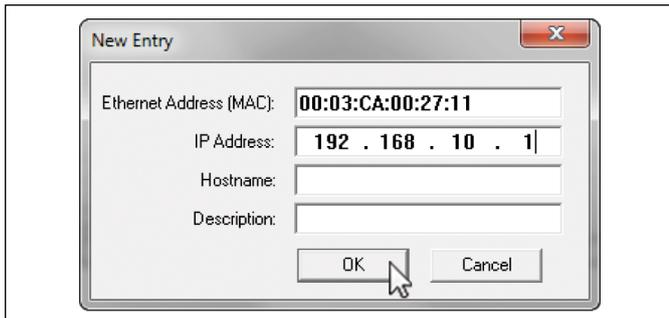

Abb. 83: MAC-Adresse und bisher nicht verwendete IP-Adresse eingeben
4. Geben Sie im Fenster „New Entry“ im Feld „Ethernet Address (MAC)“ die MAC-Adresse des R-Serie V-Sensors an und im Feld „IP Address“ die IP-Adresse, welche der Sensor erhalten soll. Diese IP-Adresse benötigen Sie, um im weiteren Verlauf mit dem Sensor kommunizieren zu können. Wählen Sie eine IP-Adresse, die bisher im Netzwerk nicht verwendet wird. Die MAC-Adresse ist auf dem Label des Sensors aufgedruckt (siehe Abschnitt „3.7 Typenschild“) (Abb. 83).